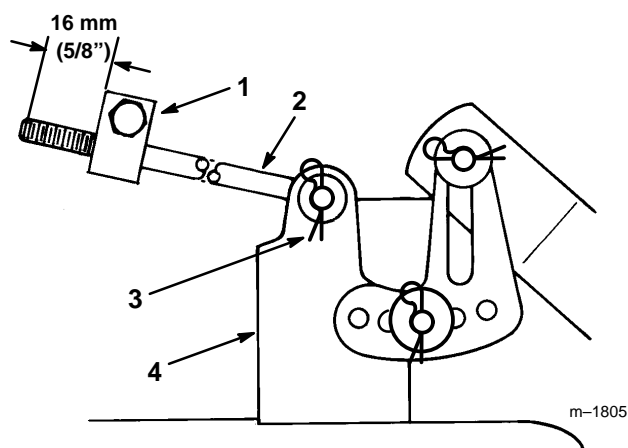

Abbildung 49
6. Die Länge der Stange messen, die vorne aus dem Einstellblock an den Seiten des Fahrgestells heraussteht (Abb. 49). Wenn die Länge der Stange nicht 16 mm (5/8") beträgt, Haarnadelsplint und Unterlegscheibe vom Ende der Stange entfernen (Abb. 49) und die Stange drehen, bis die Länge von 16 mm (5/8") erreicht ist. Dann das Ende der Stange im Loch im Mähwerkträger anbringen und mit Unterlegscheibe und Haarnadelsplint sichern. Diesen Vorgang an der anderen Mähwerkseite wiederholen.